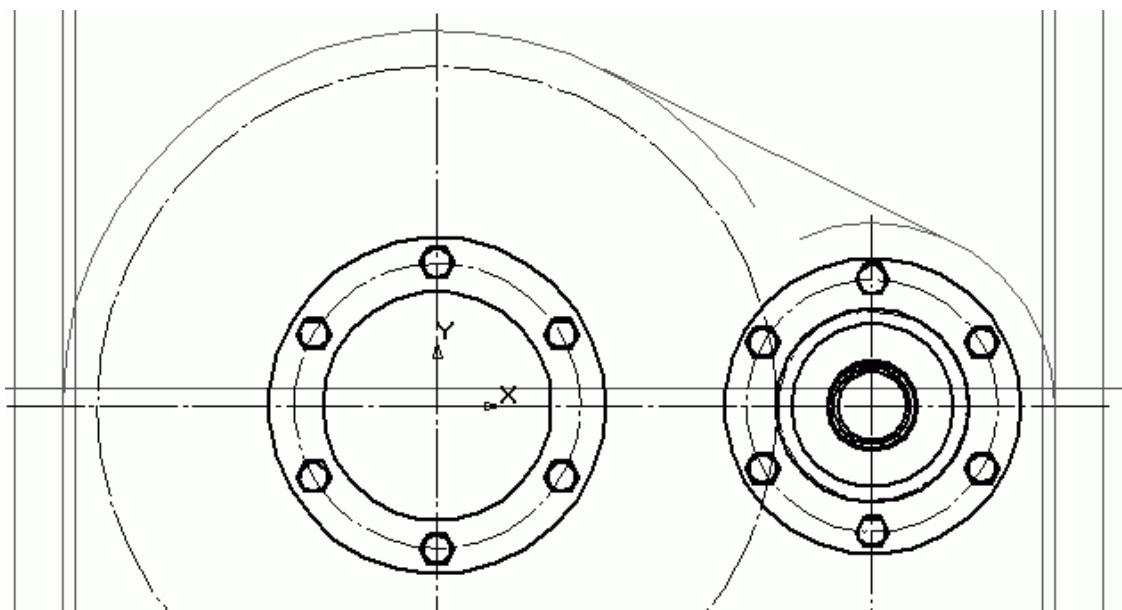

Рис. 2.109. Сетка вспомогательных линий для построения крышки редуктора
1. Нажмите кнопку Дуга на панели Геометрия, на панели свойств установите для нее стиль линии Вспомогательная. Создайте две дуги: первую с центром в начале координат (центр зубчатого колеса), вторую – в центре шестерни. Радиусы дуг задайте равными радиусам кривизны наружной поверхности стенки крышки над колесом и шестерней соответственно. Рассчитывать и вводить эти радиусы вручную нет необходимости. Просто при построении дуг растягивайте их радиус до точек пересечения горизонтальной оси редуктора с вспомогательной линией, обозначающей начало стенки крышки редуктора (это та линия, которую мы сместили на 7, 5 мм от внутренней поверхности корпуса), со стороны колеса или со стороны шестерни. Далее нажмите кнопку Отрезок, касательный к 2 кривым на панели Геометрия и по очереди щелкните на обеих дугах (оставьте для них стиль линии Вспомогательная). Система построит отрезок, касательный к двум указанным дугам окружностей (рис. 2.109).